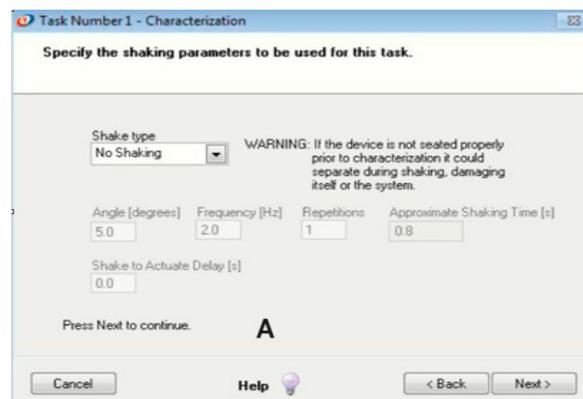

Figura 18. Especificação de parâmetros de agitação (No Shaking) quando conectado a um sistema SprayVIEW modelo SFpMDI.
f) Definição de parâmetros de agitação: Clique em *Characterization*, e defina os parâmetros de agitação conforme mostrado na Figura 18 A, no qual nenhum modo de agitação foi selecionado e Figura 18 B, com o modo agitação rotativa selecionada.